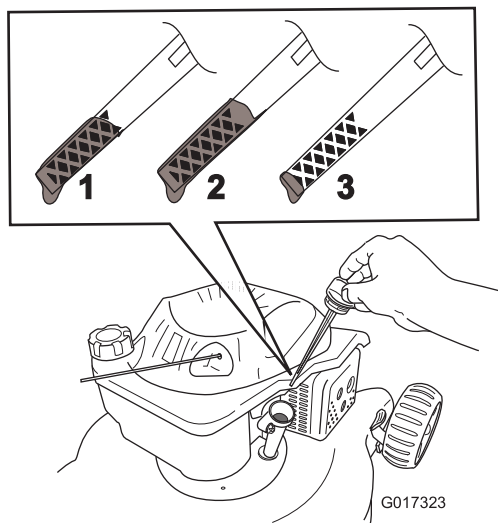

Figure 24
8. Sortez de nouveau la jauge et vérifiez le niveau d'huile (Figure 24).